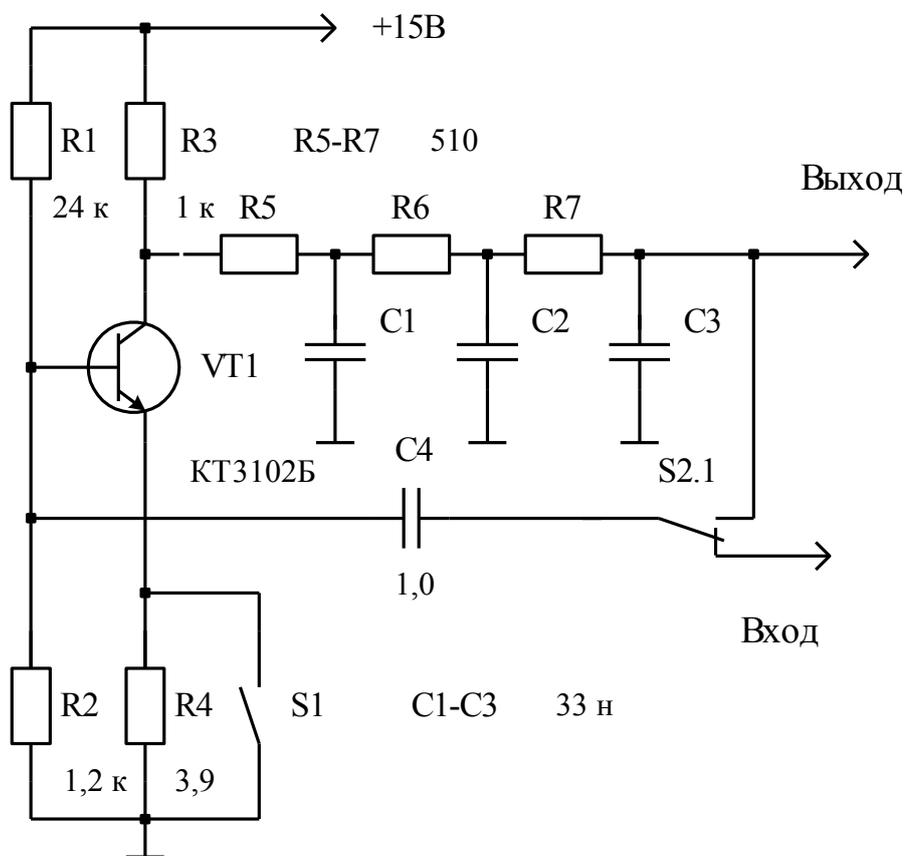

Рис. 4.1. Генератор с фазовращающей  $RC$  цепью
Генератор с фазовращающей  $RC$ – цепью (рис.4.1) состоит из уси-
Изучить принципиальную схему генератора с фазовращающей RC цепью (рис.4.1).
4.3.1. Рассчитать частоту генерации для схемы на рис.4.1.